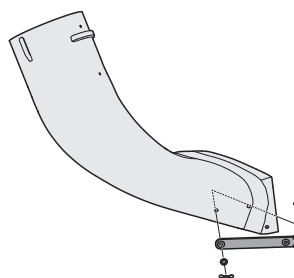

Figure 20
1. Installez la courroie de la goulotte de descente (723-04008A) en caoutchouc sur le coude de la goulotte de descente à l'aide de l'axe à épaulement (736-0204) et la goupille fendue de style papillon (714-04040) du kit de quincaillerie 689-02201. Consultez la Figure 20.